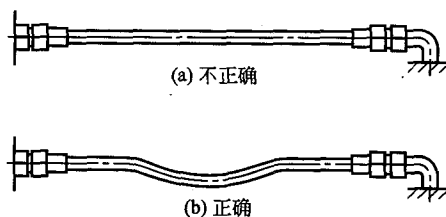

图 1-2 软管保持松弛状态示意图
③ 软管应有一定余量。由于软管受压时,要产生长度(长度变化约为14%)和直径的变化,因此在弯曲情况下使用,不能马上从端部接头处开始弯曲;使用时,不要使端部接头和软管间受拉伸,所以要考虑长度上留有适当余量,使它保持松弛状态,如图1-2所示。